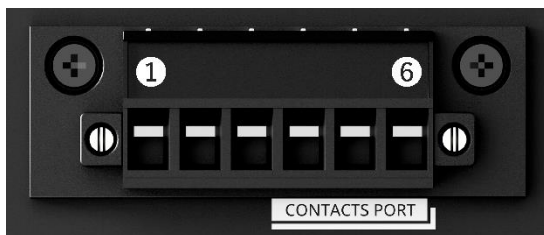

Рис. 1: Обратите внимание на порт контактов.
Порт контактов образован шестью (6) контактами, пронумерованными слева направо (см. рис. 1), которые могут быть подключены к внешней системе мониторинга (например, BMS) для контроля рабочего состояния ATS. Внешнее оборудование должно соответствовать характеристикам напряжения и тока в разъеме контактов.